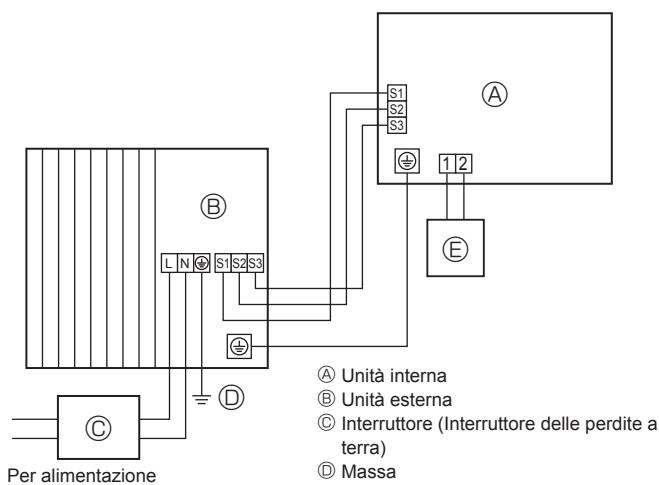
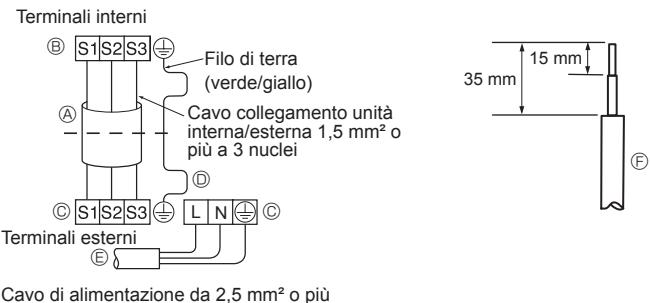
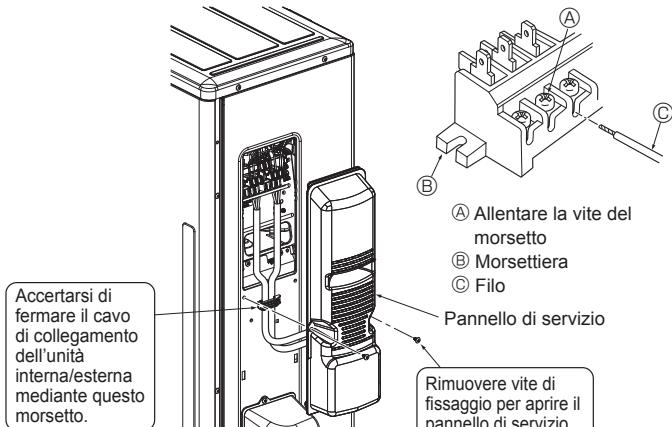

Fig. 6-1
Fig. 6-2
Fig. 6-3
6.1. Unità esterna (Fig. 6-1, Fig. 6-2, Fig. 6-3)
- ① Rimuovere il pannello di servizio.
- ② Collegare i cavi facendo riferimento alla Fig. 6-1, Fig. 6-2 e Fig. 6-3.
- Eseguire i collegamenti elettrici seguendo lo schema ripreso qui sotto a sinistra. (Procurarsi il cavo localmente) (Fig. 6-2)